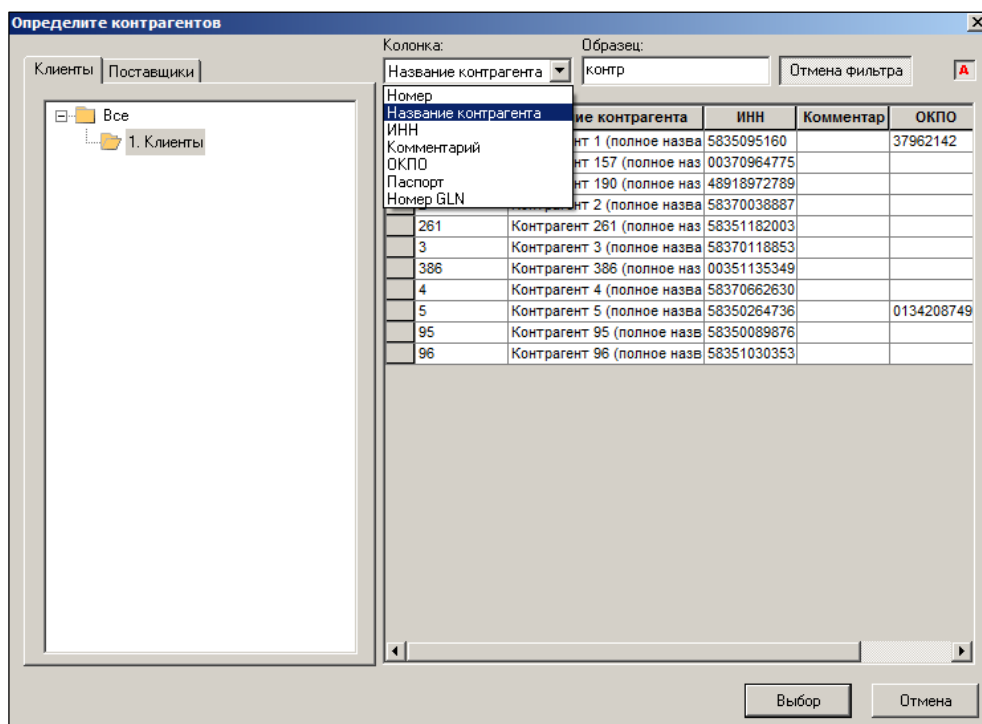

Рисунок 117 – Выбор контрагента
- Контрагент – выбор контрагента (клиента или поставщика артикулов) из Справочника при нажатии кнопки с тремя точками (Рисунок 117):